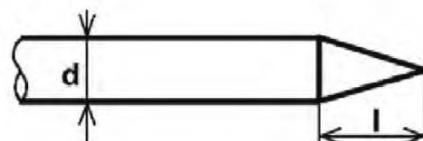

Рис. 15
- при отрицательном балансе волны острое неплавящегося электрода должно быть в форме конуса, длина заточки $L = 1 \times D$ (рис. 15) для получения концентрированной электрической дуги. Такое сочетание необходимо при сварке небольших толщин или большой производительности на средних и высоких токах.